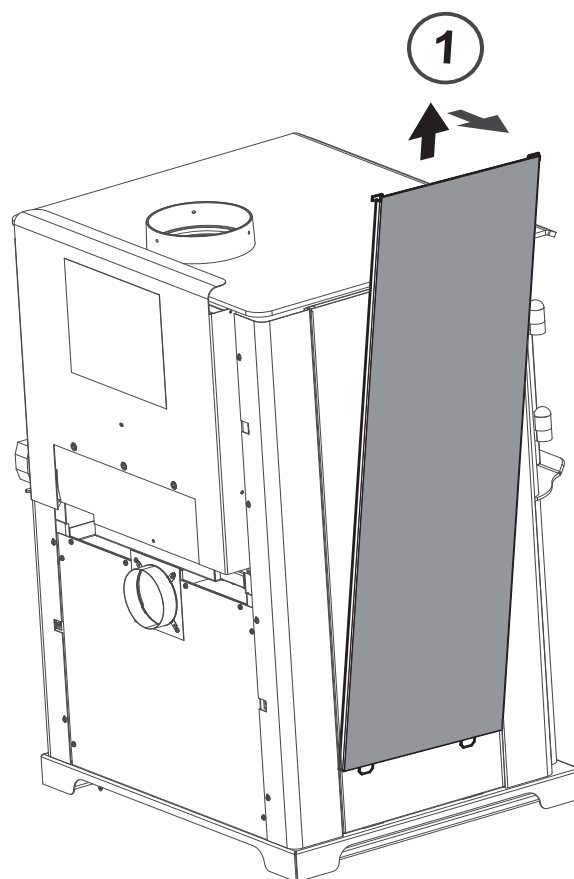

Figure 25.3
1. Retirez le panneau complet du côté de l'appareil en le soulevant et en le retirant de l'appareil (utilisez un outil plat afin de forcer le bas au besoin) (Figure 25.3).
2. Retirez le cadre des tuiles du côté de l'appareil en le soulevant et le retirant de l'appareil (La figure 25.3 présente le retrait du panneau latéral complet).